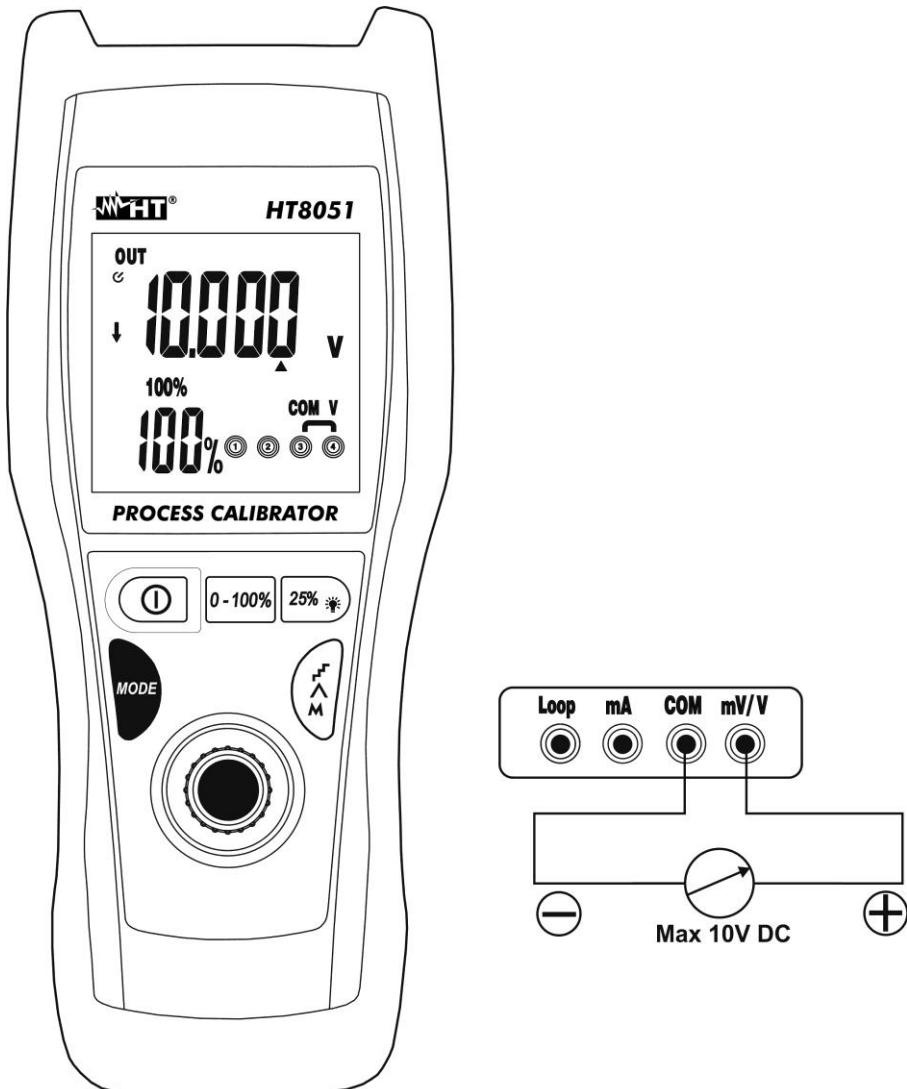

Fig. 4: Generazione di tensione DC
- Posizionare il puntale verde ed il puntale nero rispettivamente nei punti a potenziale positivo e negativo del dispositivo esterno (vedere Fig. 4)
- Per la generazione del valore negativo della tensione ruotare i puntali di misura in verso opposto rispetto alla connessione di Fig. 4